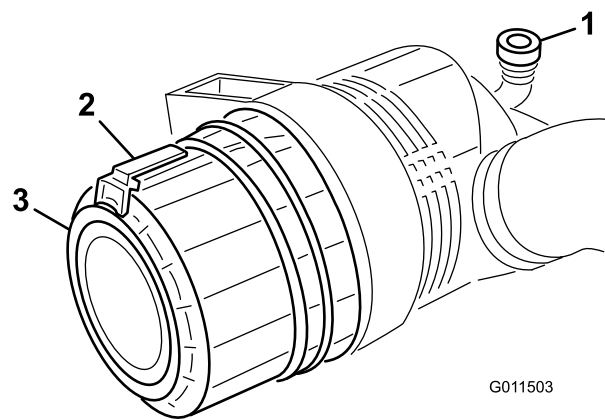

Figura 47
2. Puxe o trinco para fora e rode a cobertura do filtro de ar no sentido contrário ao dos ponteiros do relógio (Figura 47).